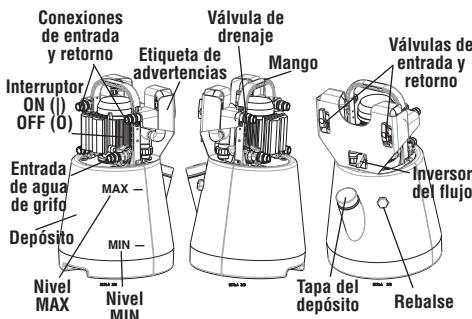

Figura 1 – Bomba desincrustadora DP-24 de RIDGID
- La etiqueta de advertencias está presente y se puede leer. Vea la Figura 1.
- Abra la tapa del depósito y llene el depósito con solución desincrustante para asegurar que el alojamiento del rotor de la bomba esté sumergido durante la operación. No llene el depósito más allá del nivel MAX, indicado en la *Figura 1*.